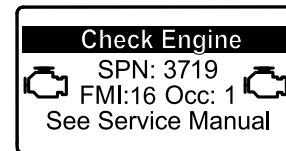

Bild 47
- Wenn eine geparkte Regenerierung erforderlich ist, wird im InfoCenter die Motorwarnung SPN 3719, FMI 16 (Bild 47) angezeigt, und der Computer verringert die Motorleistung auf 85 %.